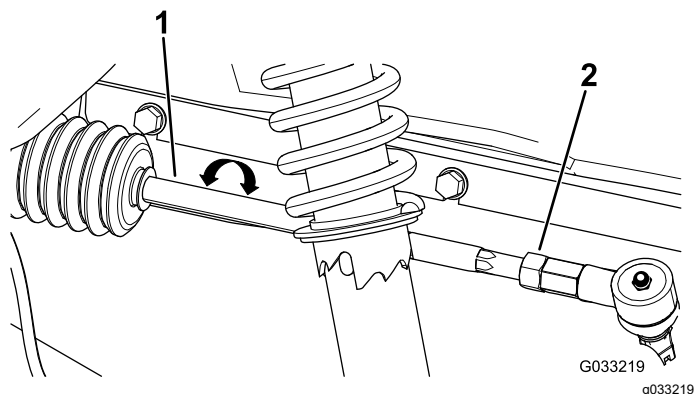

Figura 60
4. Se a medição obtida não se situar entre 0 e 6 mm, desaperte as porcas de retenção nas extremidades das barras (Figura 60).